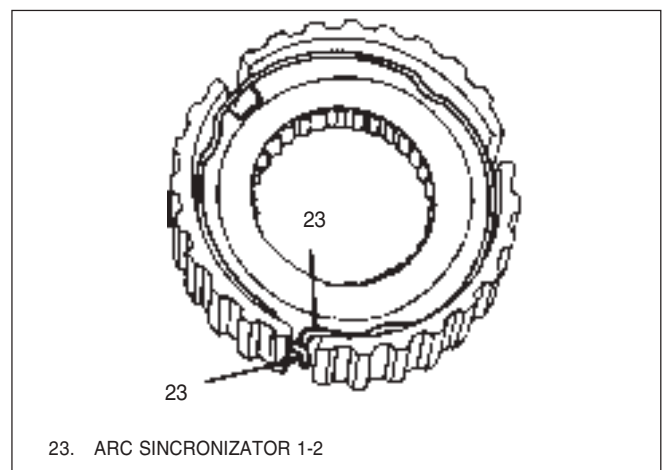

Fig. 52 Arc sincronizator
- Arcurile sincronizatoarelor din butuci așa cum e arătat. Se verifică: ca așezarea capetelor îndoite ale arcurilor să se facă în același crabot și în sensuri opuse, Fig 52.